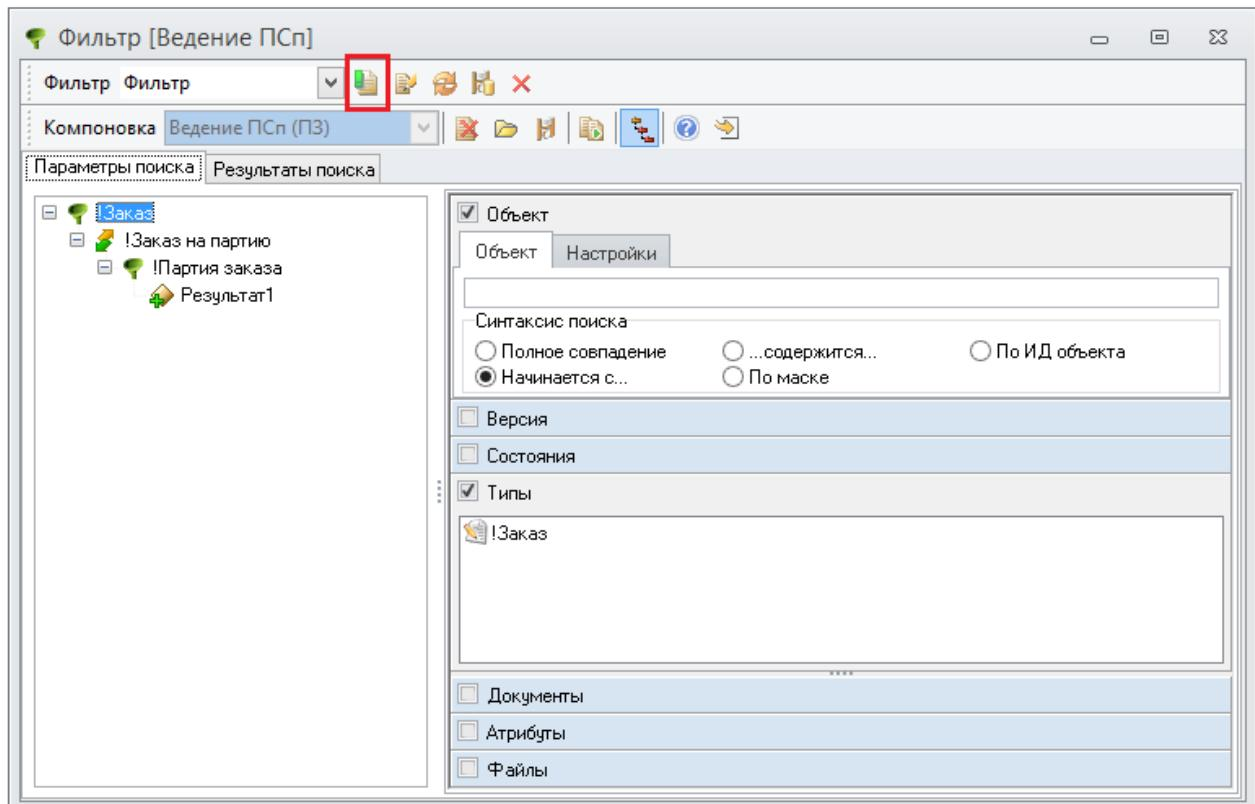

Рисунок 282. Пример окна редактора фильтров
- 5 В окне редактора фильтров на панели инструментов нажать кнопку **Создать новый фильтр** (рис. 282).